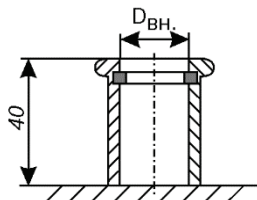

Рис. 19. Окончание вакуумной, канализационной магистралей
Вакуумная магистраль в зависимости от вакуумного агрегата и количества стоматологических установок должна быть выполнена из труб $D = 32$ (40, 50) мм, заканчивающихся муфтой с $D_{вн.} = 32$ (40) мм, (см. рис. 19 и инструкцию на соответствующий вакуумный агрегат).
Канализационная магистраль должна быть выполнена из труб $D=40$ (50) мм, заканчивающихся муфтой с $D_{вн.}=40$ (50) мм (см. рис. 19).